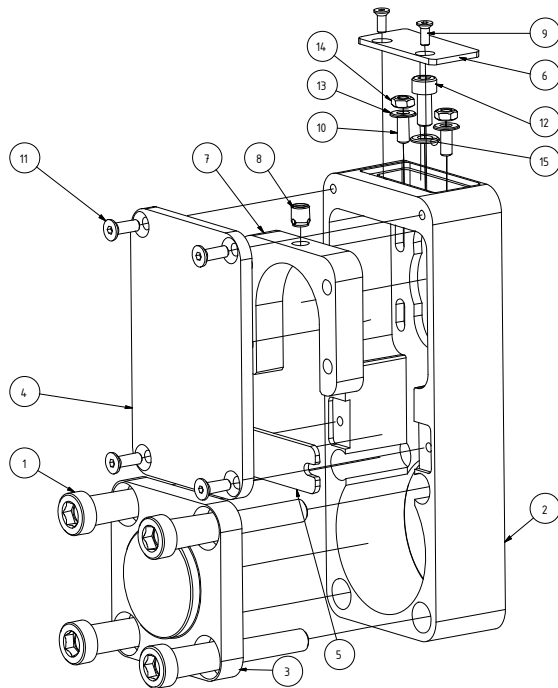

Bild1: Parallelgehäuse
- ◆ Schrauben mit Unterlegscheiben versehen und anziehen (Bild1 Pos.6, Pos.7).
- ◆ Deckel (Bild1 Pos.6) und Schrauben (Bild1 Pos.9) demontieren.
- ◆ Deckel (Bild1 Pos.4) und Schrauben (Bild1 Pos.11) demontieren.
- ◆ Zentrale Zahnriemenspannschraube (Bild1 Pos.12) lösen.
- ◆ Spannschraube (Bild1 Pos.12) soweit lösen, bis sich die Antriebseinheit nicht mehr weiter absenkt.